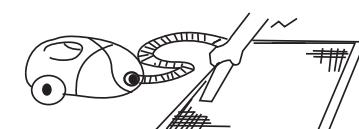

Рис. 1
• При чистке фильтра пылесосом держите его загрязненной поверхностью вверх (рис. 1).